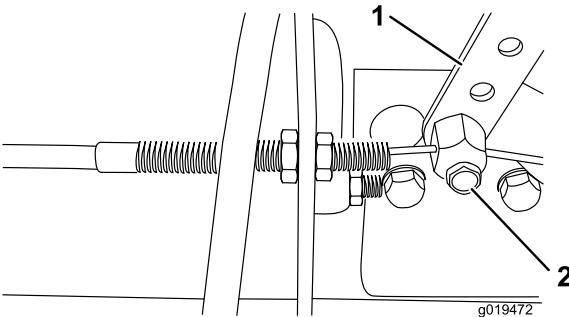

図 59
2. インジェクションポンプのレバーアームの所にあるスロットルケーブルのコネクタをゆるめる図 59。